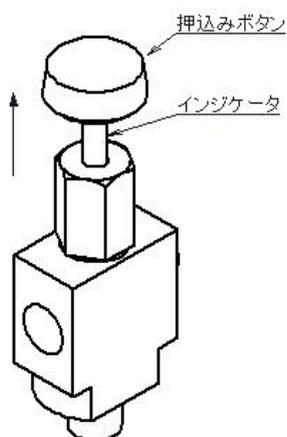

図 2
- ② ポンプから圧送されたグリースが分配弁を介し、グリースチェッカーまで送られてくると、グリースチェッカー付属インジケータがストローク作動し、グリースが送られていることが確認できます。（図 2）